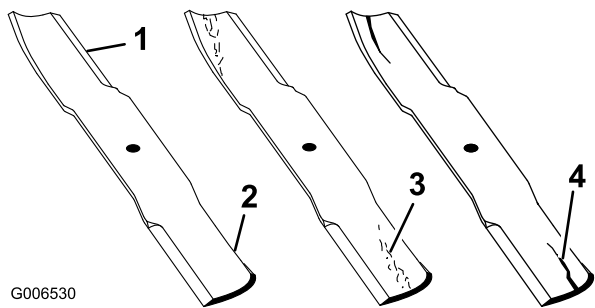

Figura 75
1. Inspeccione los filos de corte (Figura 75). Si los bordes no están afilados o tienen muescas, retire las cuchillas y afílelas. Consulte Afilado de las cuchillas (página 55).
2. Inspeccione las cuchillas, especialmente la parte curva. Si observa fisuras, desgaste o la formación de una ranura en esta zona, instale de inmediato una cuchilla nueva (Figura 75).